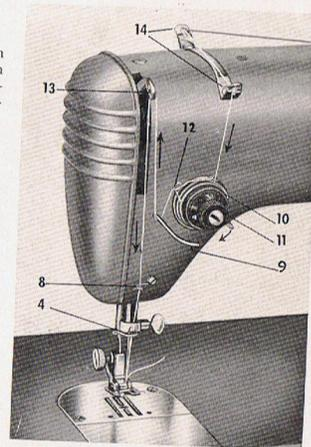

Abb. 12.
Den Fadengeber (13 in Abb. 12) durch Drehen des Schwungrades auf sich zu in seine höchste Stellung bringen. Die Garnrolle auf den einen Garnrollenstift aufsetzen (42 in Abb. 2).
Den Faden durch die Fadenführungen (14 in Abb. 12) und nach unten zwischen die innersten Spannungsscheiben (10) von rechts nach links, über die Spannsfeder (12) und unter die Fadenführung (9) legen. Von da an, den Faden durch eines der Löcher des Fadengebers (13), dann durch die Fadenführung (8) und die Fadenführung am Nadelhalter (4) einziehen. Die Nadel schliesslich von vorne einfädeln und den Faden ein Stück hinter der Nadel herausziehen.
Die Spannung des Oberfadens ist vom Druck abhängig, den die Spannungsscheiben (10 in Abb. 12) auf einander ausüben. Die Spannung wird mit einem Drehknopf eingestellt, der eine Skala mit Ringen und Ziffern trägt (11 in Abb. 12). Beim Sichtbarwerden von drei Ringen ist der Oberfaden lose gespannt, zwei Ringe bedeuten mittlere Spannung, ein Ring sehr straffe Spannung. Die Ziffern geben Mittellagen an.